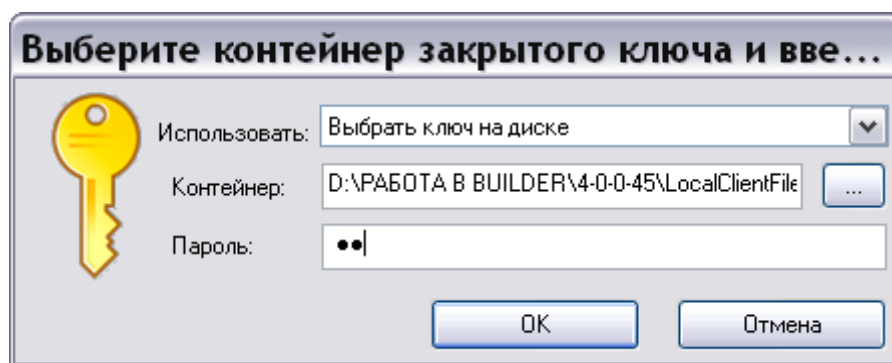

Рис. 19.24
6. Если выбрана усиленная подпись, то в появившемся окне добавьте файл контейнера и введите пароль (Рис. 19.24). В примере показан вариант с локальным файлом контейнера.